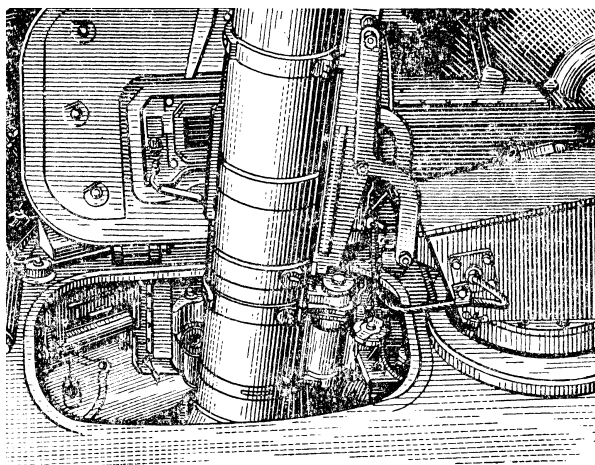

Рис. 86. Встановлення контейнера на люльку
- встановити контейнер на люльку так, щоб передні і задні зачепи контейнера ввійшли в пази люльки та просунути контейнер вперед до упору (рис. 86);